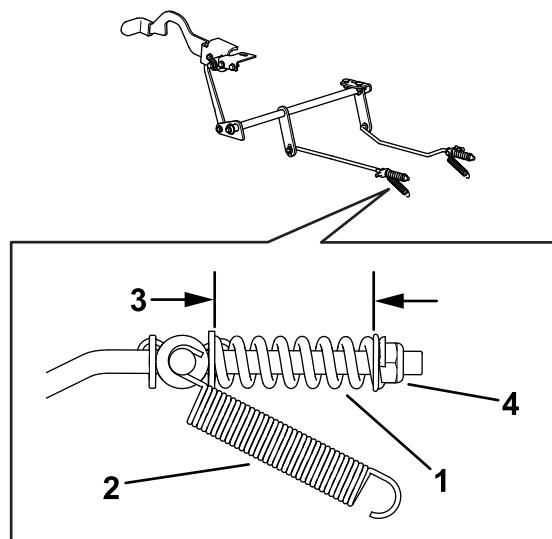

Figure 74
8. Contrôlez les deux longueurs de ressort comme montré à la Figure 74. Si un réglage est nécessaire, tournez l'écrou de maintien du ressort dans le sens horaire pour raccourcir le ressort, et dans le sens antihoraire pour l'allonger. Répétez l'opération 6.